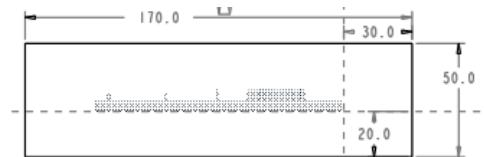

图 1.3 截面草图
(1) 选择命令。单击 **模具** 功能选项卡 **形状** ▾ 区域中的 **拉伸** 按钮。
(2) 定义草绘截面放置属性。在绘图区中右击，从快捷菜单中选择 **定义内部草绘...** 命令，系统弹出“草绘”对话框，然后选择参照模型中的 **MOLD_RIGHT** 基准平面作为草绘平面，选取 **MAIN_PARTING_PLN** 平面为参照平面，方向为 **上**，然后单击 **草绘** 按钮，系统进入截面草绘环境。
(3) 进入截面草绘环境后，系统弹出“参考”对话框，选取 **MAIN_PARTING_PLN** 基准平面和 **MOLD_FRONT** 基准平面为草绘参照，然后单击 **关闭(C)** 按钮，绘制图 1.3 所示的截面草图。完成绘制后，单击“草绘”操控板中的“确定”按钮 **✓**。
(4) 选取深度类型并输入深度值。在操控板中选择深度类型 **(对称)**，在深度文本框中输入深度值 **70.0** 并按 **Enter** 键。
(5) 完成特征。在操控板中单击 **✓** 按钮，则完成拉伸特征的创建。